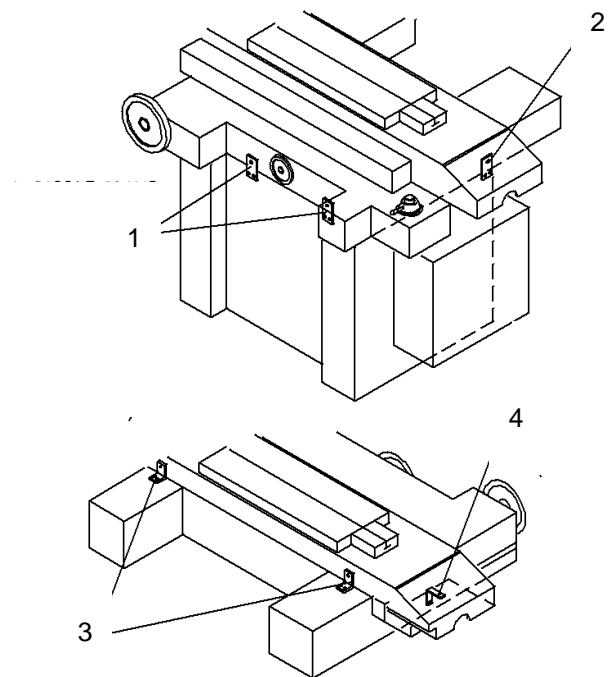

Рис.4.3
- (6) Перепроверьте еще раз все крепления и фиксаторы, смотри Рис.4.3.
- (7) Проверьте подъемный крюк.
- (8) При перемещении грузчики должны держаться отдельно от станка, недопускать появления людей под поднимаемым грузом или в опасной близости от него.
- (9) Грузчики должны иметь соответствующую квалификацию и допуск к проведению работ.
- (4) Перепроверьте еще раз все крепления и фиксаторы, смотри Рис.4.3.
- (5) Оператор погрузчика должен иметь соответствующую квалификацию и допуск к работам.
Перед любым перемещением станка, необходимо зафиксировать его подвижные части, это позволит избежать смещения центра тяжести станка и перемещения рабочего стола. На Рис.4.3 показано место установки 3х фиксирующих винтов - M8x1,25P.